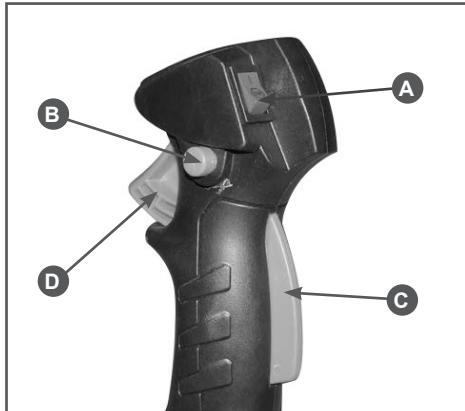

Рис. 7 Расположение органов управления на рукоятке
5. Выключатель зажигания (A) установите в положение «I» Рис.7. Удерживая стопорный рычаг газа (С) Рис.7 нажмите на рычаг газа (D). Для облегчения запуска зафиксируйте рычаг газа стопором (В) Рис.7.